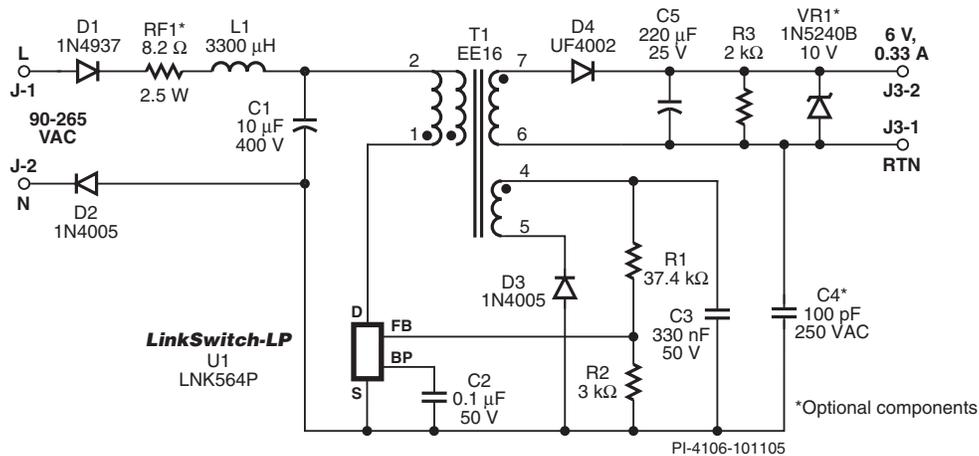
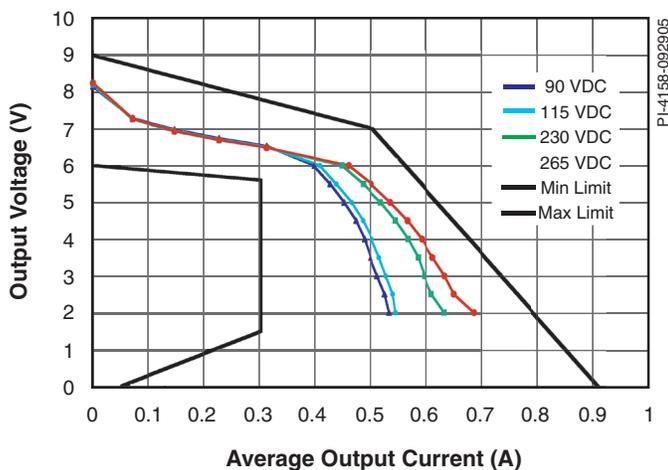

图1 使用LNK564的输出6 V、330 mA的2 W低成本反激式充电器电源
图2. 负载及输入电压变化时的输出VI特性曲线
使用LinkSwitch-LP的反激式变换器(图1)具有类似于非稳压的工频变压器电源的输出VI特性(见图2)，但其输出电流被加以限制，使其不会超过最大额定输出功率(峰值功率点)。
- 图1中包含三个可选元件：RF1、VR1及C4。如果在安规申请时L1不允许作为保险丝来使用，则在输入端要使用一个保险丝电阻。由于自动重启动功能在开环时限制了输出功率，在开环时输出电压如果不可接受，仅使用一个1/2 W的VR1做输出过压保护就可以了。